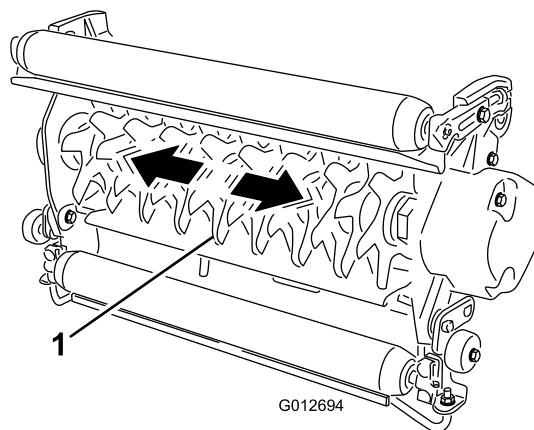

図 9
1. リールシャフトをつかみ、リールアセンブリを左右に揺すってガタがあるかどうかを調べる 図 9。